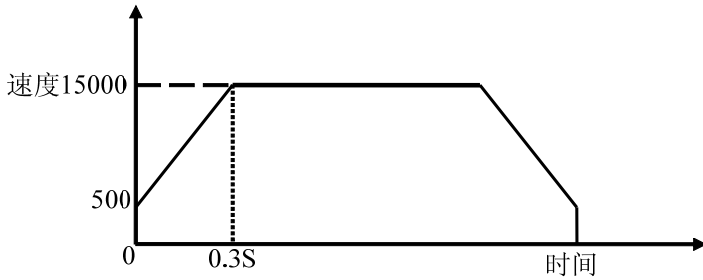

图 2.2.3 定长脉冲驱动模式
- 如图 2.2.3,从实际初始速度 500 PPS 加速至 15 000 PPS, 时间为 0.3 S (秒)